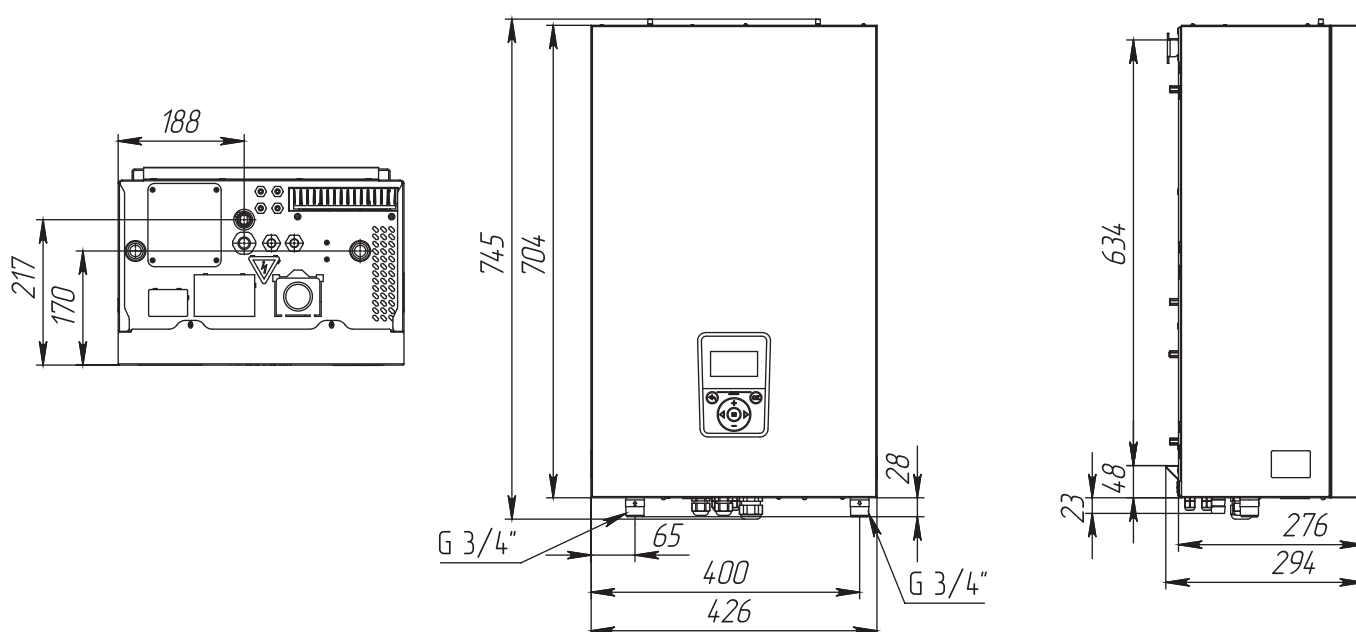
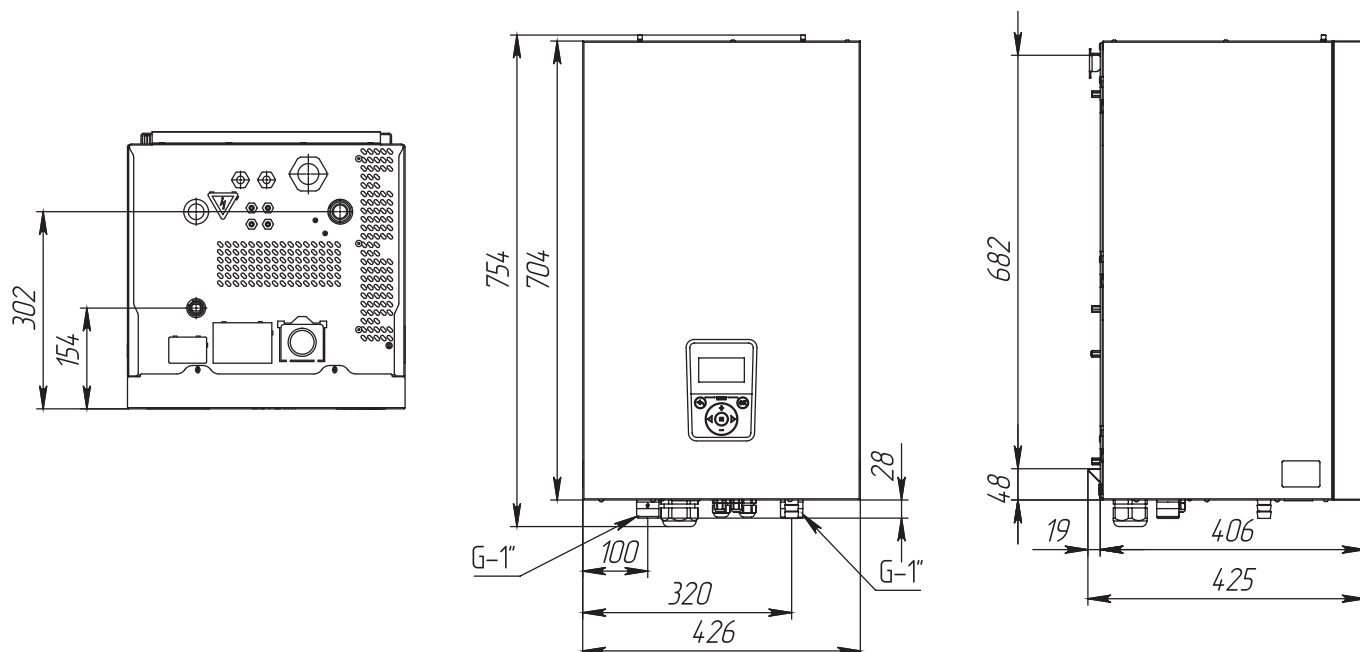

Рис. 10 Габаритные размеры ZOTA MK-X Plus 6-24 кВт
Рис. 11 Габаритные размеры ZOTA MK-X Plus 30-42 кВт
1. Подсоединить котел к системе отопления. Габаритные и присоединительные размеры котлов указаны на **Рис. 10, Рис. 11**;